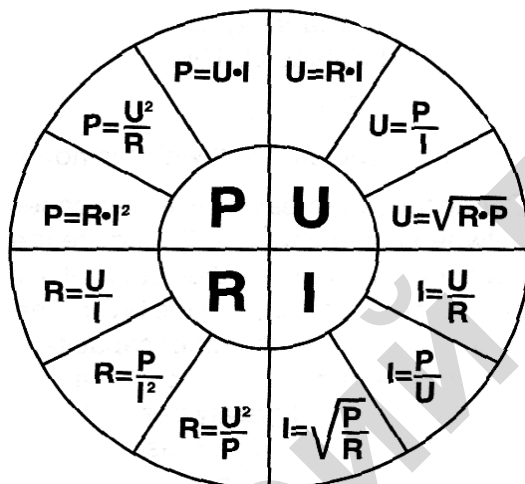

Рис. 52. Диаграмма значений  $U$  (В),  $I$  (А),  $R$  (Ом) и  $P$  (Вт)
На рис. 52 показана простая диаграмма значений напряжения  $U$  (Вольт), силы тока  $I$  (Ампер), сопротивления  $R$  (Ом) и мощности  $P$  (Вт). Формулы во внешних секторах используются для расчета величин во внутренних секторах.
*Пример.* При подсоединении светоизлучающего диода (СИД) [LED] к напряжению 24 В требуется резистор зажигания, чтобы ограничить ток значением, например, 20 мА (0,02 А). Следовательно, смотрим сектор  $R$  (рис. 52), т. е. сектор сопротивления, и используем формулу  $R = U/I$  внешнего сектора. В результате получим:  $R = 24 \text{ В}/0,02 = 1200 \text{ Ом}$ . Чтобы знать, с какой мощностью может иметь дело наш резистор зажигания, мы обращаемся к сектору  $P$  (мощность) и используем формулу  $P = U \cdot I = 24 \text{ В} \cdot 0,02 \text{ А} = 0,48 \text{ Вт}$ . Следовательно, выбираем резистор 1200 Ом и 0,5 Вт.